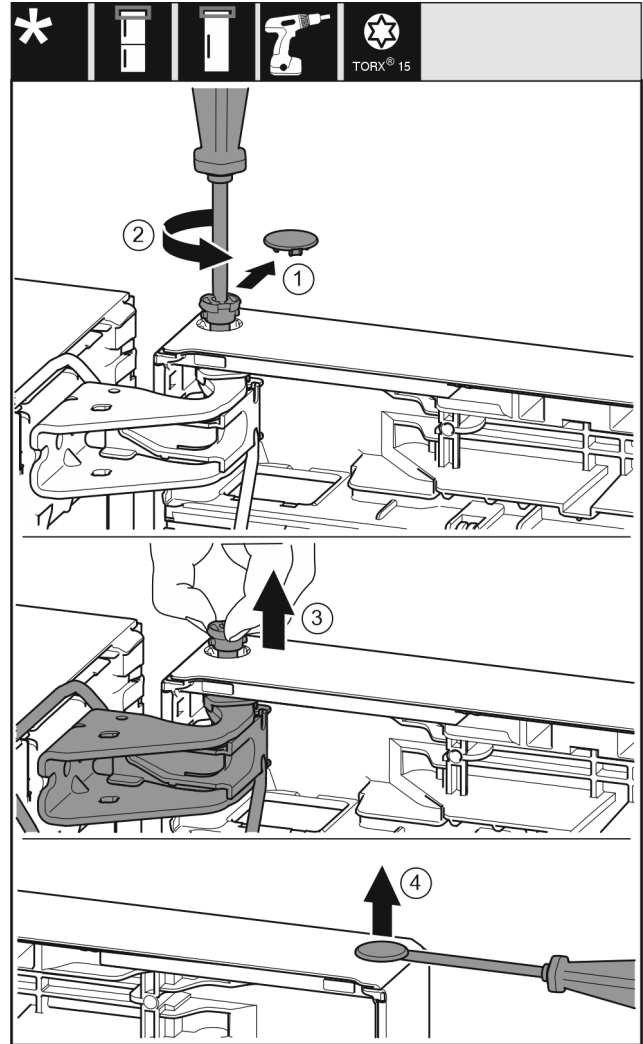

Fig. 22
- Veiligheidsafdekking voorzichtig eraf trekken. Fig. 22 (1)
- Bout met schroevendraaier T15 een stukje eruit draaien. Fig. 22 (2)
- De deur vasthouden en de bout met de vingers eruit trekken. Fig. 22 (3)
- Stop voorzichtig met een sleufschroevendraaier uit de lagerbus van de deur optillen en eruit trekken. Fig. 22 (4)